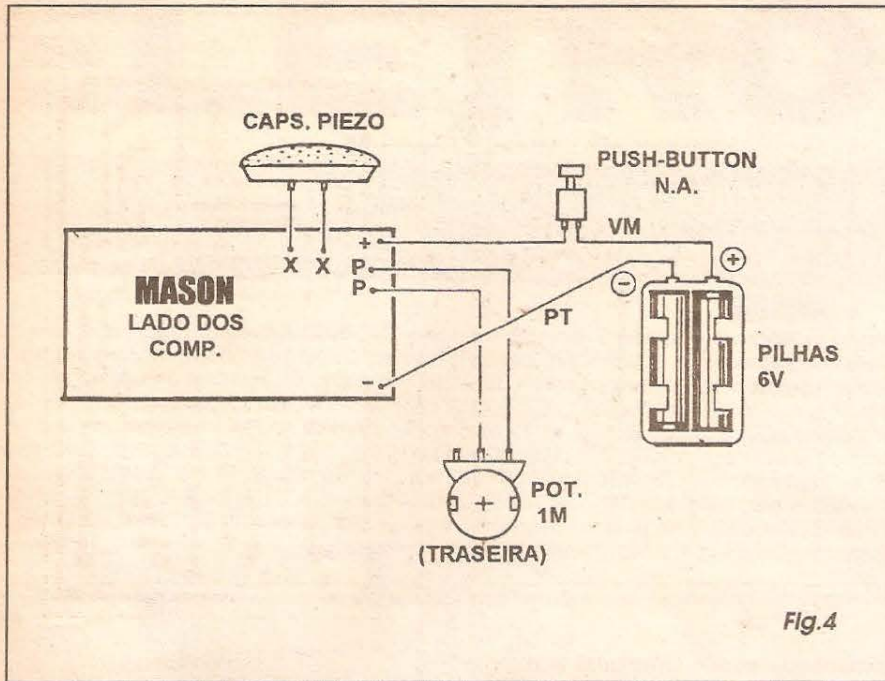
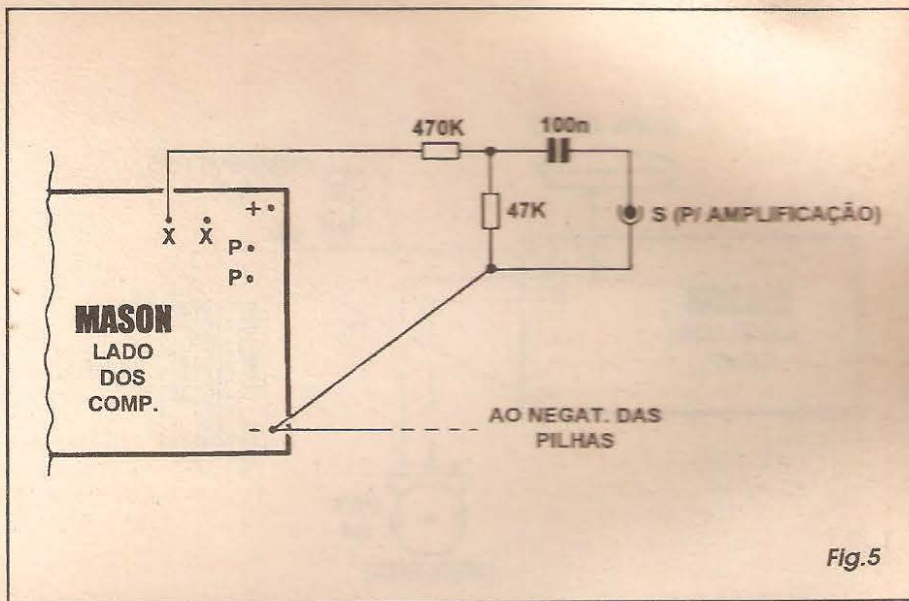

Fig.4
Fig.5
- **FIG. 4 - CONEXÕES EXTERNAS À PLACA** - Nas instruções *visuais* para as montagens publicadas em **APE**, temos como norma mostrar cada passo com grande detalhamento, de modo que mesmo um principiante (desde que atento...) consiga levar a cabo a construção dos projetos, sem grandes problemas... As conexões feitas entre a placa do impresso e os seus eventuais *periféricos* (alimentação, controles, entradas, saídas, etc.) são sempre mostradas com uma visão da placa pela sua face não cobreada (*invisibilizando-se*, porém, os componentes já soldados *diretamente sobre* a placa, de modo a *descontornar* o *visual* e facilitar a interpretação...), detalhando a cabagem externa e os seus destinos, além de outras informações... No impresso da **MASON**, os terminais da cápsula piezo devem ser ligados aos pontos **X-X** através de cabinhos flexíveis isolados; o potenciômetro (visto pela traseira, na figura...) tem dois dos seus terminais ligados aos pontos **P-P** da placa
- FIG. 5 - EXTRAINDO OS SINAIS DA MASON, PARA AMPLIFICAÇÃO DE POTÊNCIA - Conforme mostra claramente o diagrama (setor da placa observado pela face não cobreada...), é fácil *puxar* o sinal da **MASON** para a entrada *auxiliar* de um amplificador de potência convencional (seja alimentado por bateria, seja energizado diretamente pela rede C.A. local...): basta *não incluir* o transdutor piezo, e anexar os três componentes indicados, ligados *nos conformes* da figura! Observar que apenas um dos pontos **X-X** é utilizado, desprezando-se o outro (pode-se escolher qualquer dos dois, para a função ativa...). No restante, as ligações devem permanecer como na **FIG. 4**... Uma *dica*: se (como é muito provável...) a alimentação geral do módulo amplificador de potência anexado for em valor superior aos 6 VCC necessários ao circuito da **MASON**, é possível, através de um pequeno arranjo com diodo zener e resistor, *furtar* a energia para o módulo do dito amplificador, sem problemas, mesmo porque o regime mínimo de corrente da **MASON** absolutamente não interferirá com o funcionamento do amplificador...